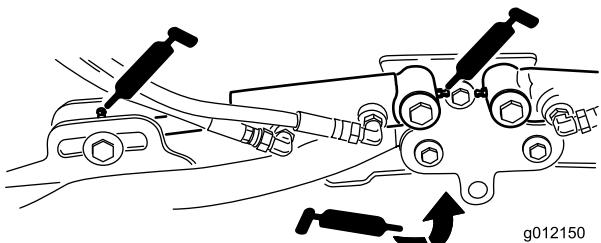

Figure 52
- Pivots des bras de relevage (x 1) (Figure 52)
- Vérins des bras de relevage des plateaux de coupe (x 2) (Figure 52)